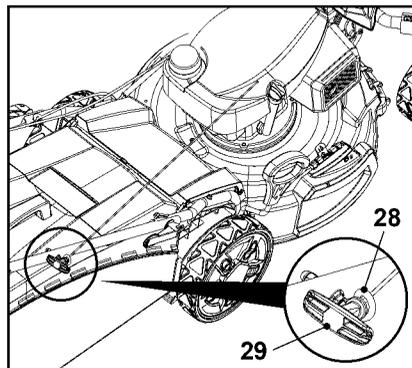

Рис. 12
3. Всегда кладите рукоятку шнурового стартера (29) на крюк (28), расположенный с правой стороны верхней ручки (2) (рис. 12), когда шнуровой стартер не задействован.